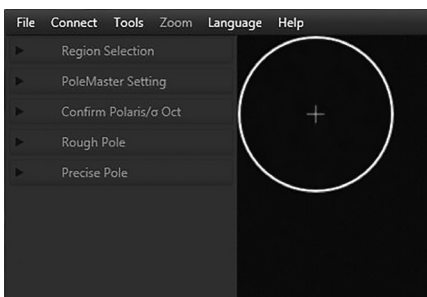

Figura 6. Lo schermo quando il programma viene caricato. Fare clic sulla voce di menu "Connetti" per avviare la fotocamera.
2. Fare clic su Connetti (**Figura 6**) e la fotocamera inizierà a trasmettere un'immagine.